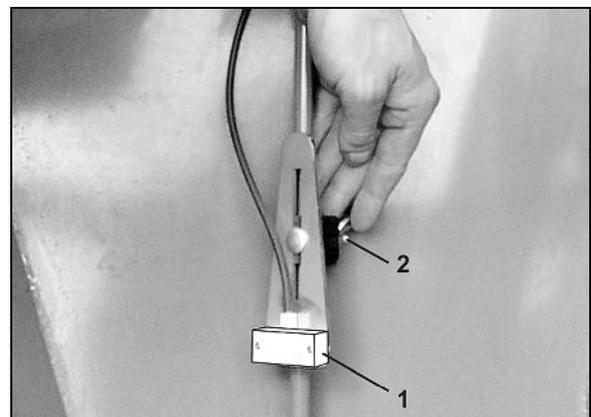

Fig. 93
3. Flügelmutter (Fig. 93/2) lösen.
4. Die Höhenlage des Füllstandssensor (Fig. 93/1) entsprechend der gewünschten Saatgutrestmenge einstellen.
5. Flügelmutter (Fig. 93/2) festziehen.
Den Füllstandssensor nur wie in Figur (Fig. 93) montieren!